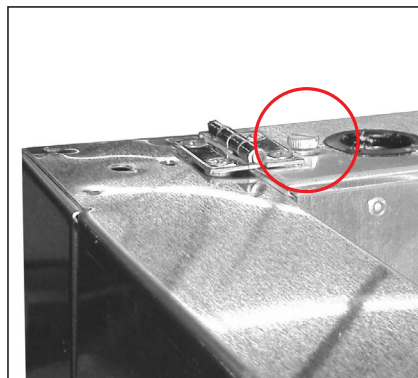

Fig. 1. Emplacement des vis à tête moletée.
2. Localisez les vis à tête moletée sur le dessus de l'armoire. Voir Fig. 1.